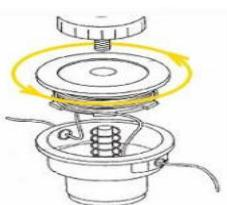

Рисунок 3
- намотайте жилку на шпулю у напрямку, зазначеному стрілкою (рис.3), спідкуючи за тим, щоб кожен відрізок жилки знаходився у своєму відділенні;